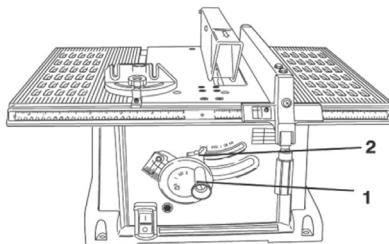

Fig. 18 – Regulagem da altura da lâmina
Para levantar ou abaixar a lâmina de serra, gire o volante de regulagem (1) até a altura desejada (fig. 18).
Para inclinar a lâmina de serra, primeiro solte a manopla trava (2) e em seguida empurre a manopla (1) até que a engrenagem da mesma encaixe no canal da base da máquina. Em seguida, gire a manopla verificando o ângulo desejado. Quando chegar ao ângulo desejado, aperte novamente a manopla trava (2), fig. 18.